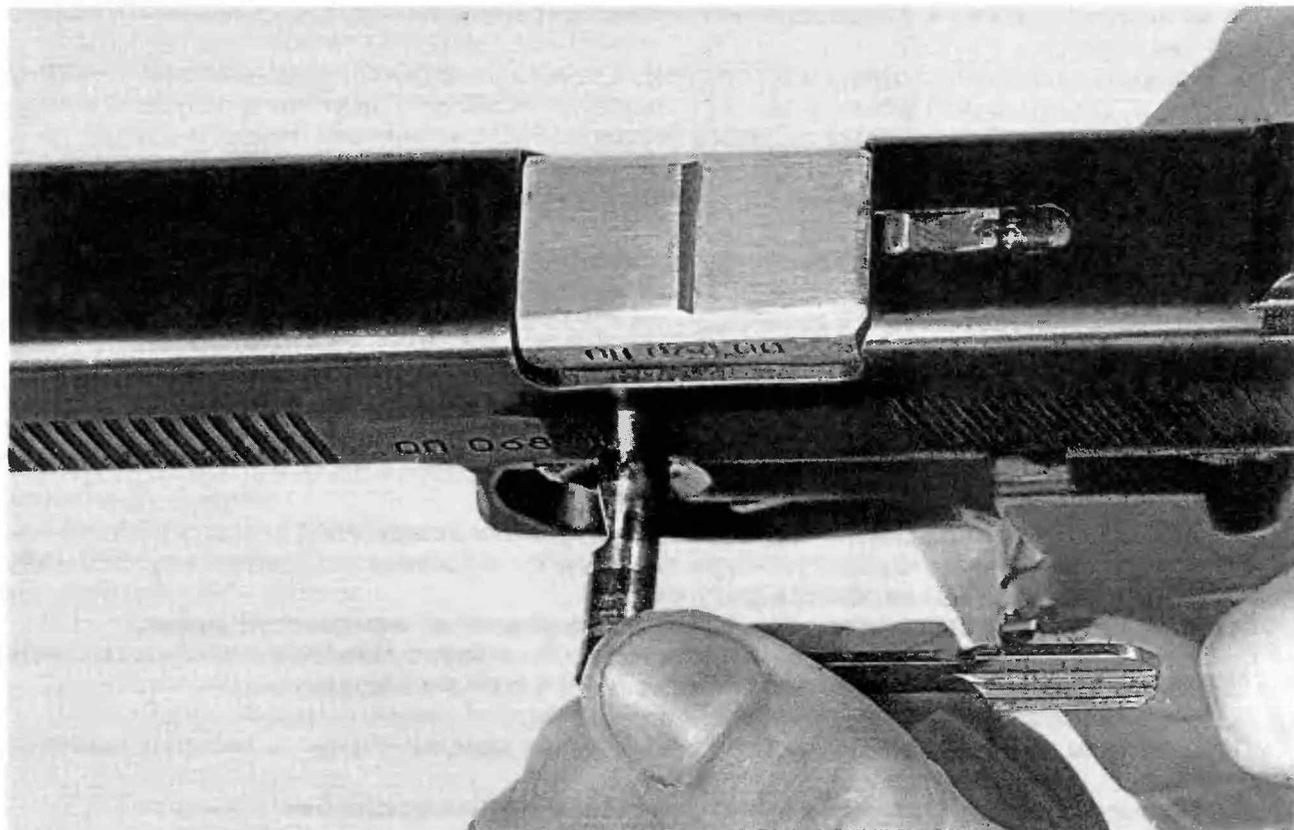

Рисунок 4
3) отделить замыкатель от рамки, для чего с правой стороны пистолета вытолкнуть его и, взявшись пальцами у стержня замыкателя с левой стороны пистолета, вынуть из отверстия в рамке (рисунок 4);